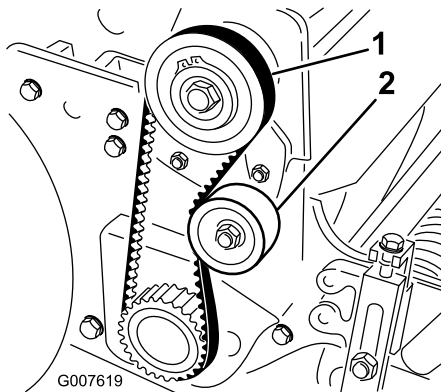

Figura 36
2. Controllate la tensione premendo la cinghia al centro tra le pulegge (Figura 36) con una forza di 18–22 N. La cinghia deve flettersi di 6 mm.
verso il retro della cinghia, fino a ottenere la tensione desiderata (Figura 36).